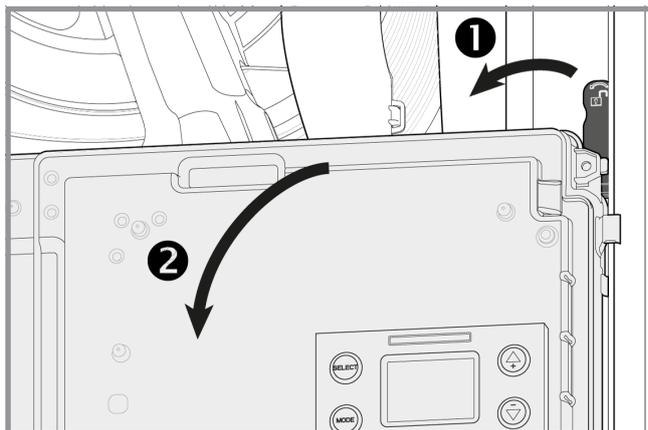

figure 22 - Basculement du coffret électrique
- Déverrouiller pour abaisser le coffret électrique (1/2 figure 22).